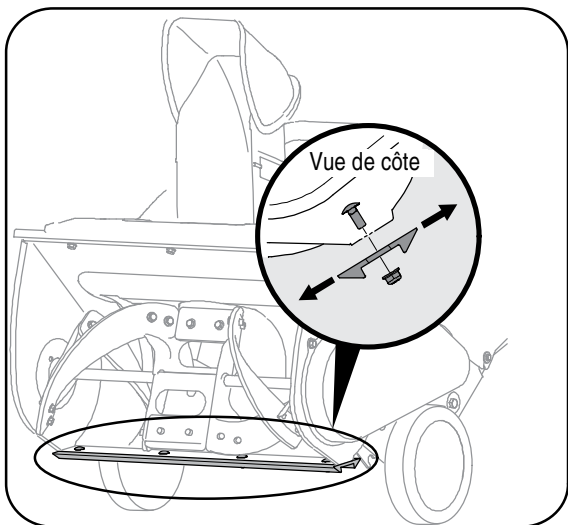

Figure 6-1
3. Desserrez les écrous à six pans et les boulons ordinaire qui maintiennent la plaque de raclage au logement. Voir la Figure 6-1. Ajustez la plaque de raclage à la position voulue et serrez à fond les écrous à six pans et les boulons ordinaires.
La plaque de raclage s usera et devrait être vérifié périodiquement. La plaque de raclage a deux côtés d usage et peut être renversé après que un côté s use. Voir la Figure 6-1. Pour remplacer ou renverser la plaque de raclage, procédez comme suit: